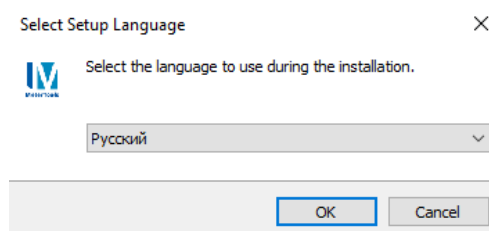

Рисунок 1 – Выбор языка установки
3. Выберите язык мастера установки, см. рисунок 1.